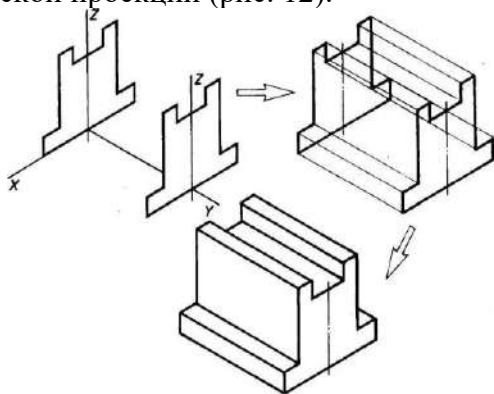

Рис. 12. Построение изометрической проекции
- построение проекций остальных граней посредством изображения ребер модели; обводка изометрической проекции (рис. 12).